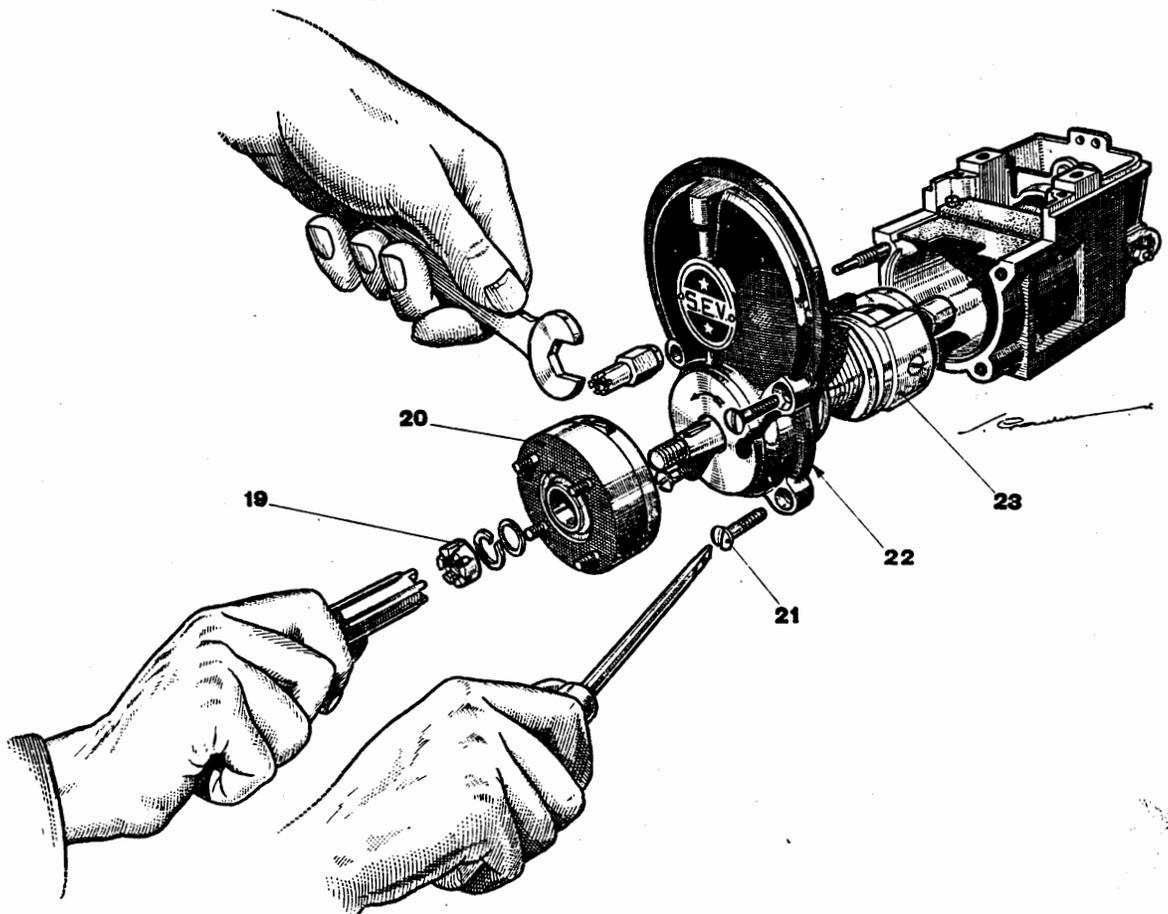

FIG. 38 — DÉMONTAGE DU DÉCLIC ET DU FLASQUE AVANT
g) **Démontage du dé clic** (fig. 38) :
- Démontez l'écrou à créneaux (19) sur l'axe de commande. } Clé 60.587
- Chasser le boîtier complet du dé clic (20) (emmanchement conique, clavette Woodruff).
a) Démontage du flasque avant (fig. 38) :
- Enlever les quatre vis de flasque (21).
- Dégager le flasque (22) ;
- Sortir le rotor (23) en poussant sur la came, *ne jamais tirer sur l'arbre de commande sous peine de mettre l'avance automatique hors d'usage.*